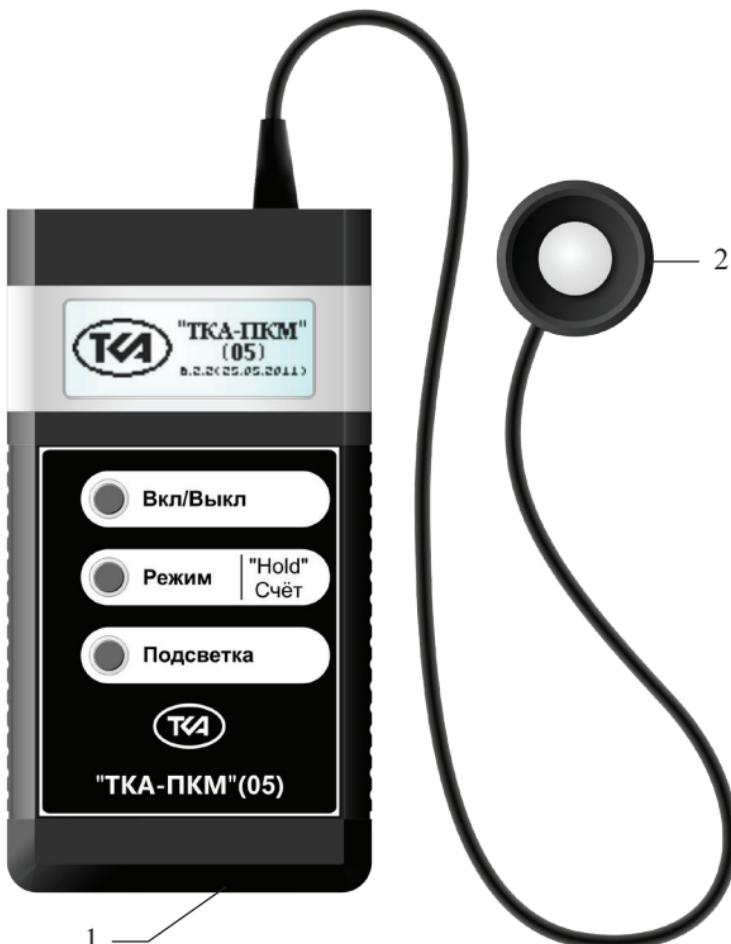

Рис.1 – Внешний вид прибора “ТКА-ПКМ”(05)
5.1 Приборы комбинированные выпускаются в компактном портативном исполнении. Конструктивно прибор состоит из двух функциональных блоков: измерительной головки (ИГ) и блока обработки информации (БОИ), связанных между собой гибким многожильным кабелем (Рис.1).